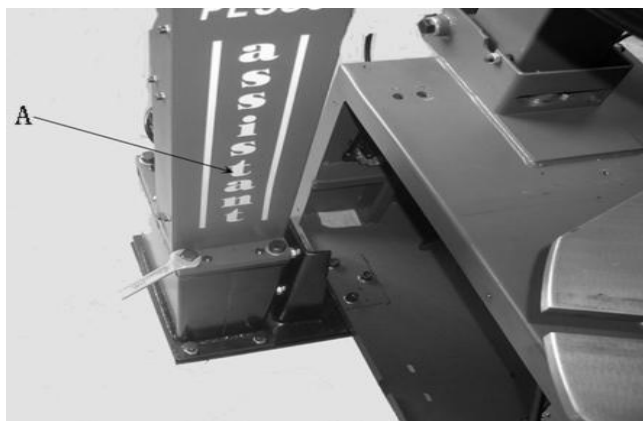

Рис. 7-3
7.1.4 Установите кронштейн корпуса (Рис.7-3 А) в гнездо. Совместите. Зафиксируйте и затяните с помощью болта, который вынули до этого. Рис. (7-3)